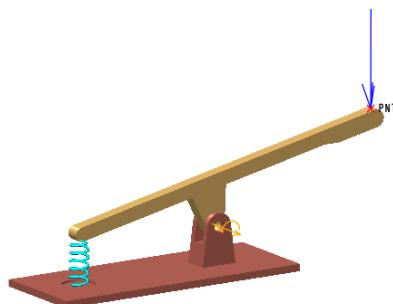

图 6.5.1 机构模型
下面举例说明定义静态分析的操作过程。在图 6.5.1 所示的机构中，首先使模拟机构处于空载状态下，其自身重力和弹簧的影响达到平衡状态，然后再施加一个点力载荷，模拟机构在有载荷的情况下达到平衡状态。
Step4. 引入第二个元件 rod.prt，并将其调整到图 6.5.1 所示的位置。
(1) 在“元件放置”操控板的机械连接约束列表中选择 销 选项。